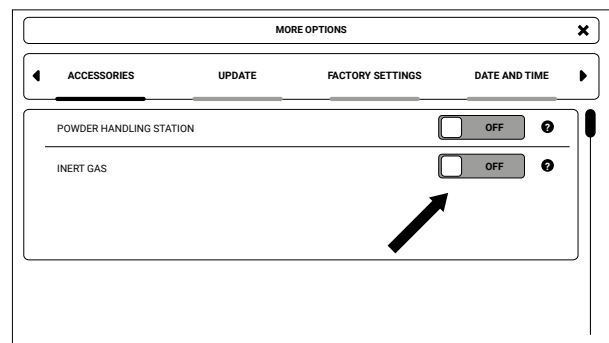

Abb. 10.2 Inertgasaktivierung im Drucker.
3. Schalte unter der Registerkarte **ACCESSORIES** das Feld neben **INERT GAS** auf **ON** (Abb. 10.2).